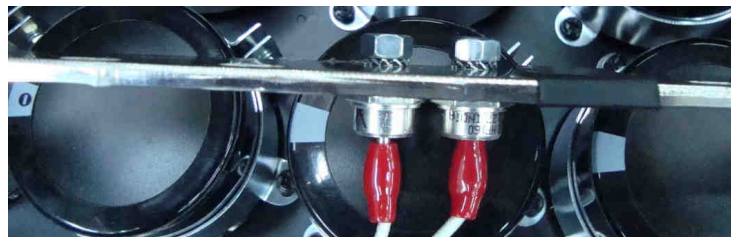

Рис. 7.11
7.5.5. Установить резьбовой в вывод диода предзаряда в отверстие на шине «+», закрепив его гайкой с пружинной шайбой (рис. 7.11).